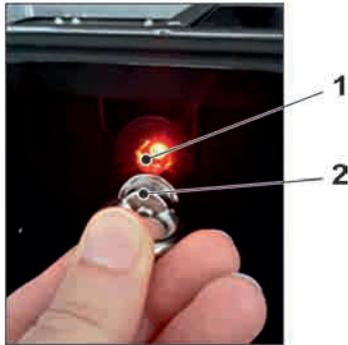

Abb. 30-20 Aufwecken des NivuLevel Mobile
2. NivuLevel Mobile „aufwecken“: dazu den mitgelieferten Magneten (Abb. 30-20 Pos. 2) vor den Reedkontakt (Abb. 30-20 Pos. 1; vorne am NFM) halten bis die LED leuchtet.